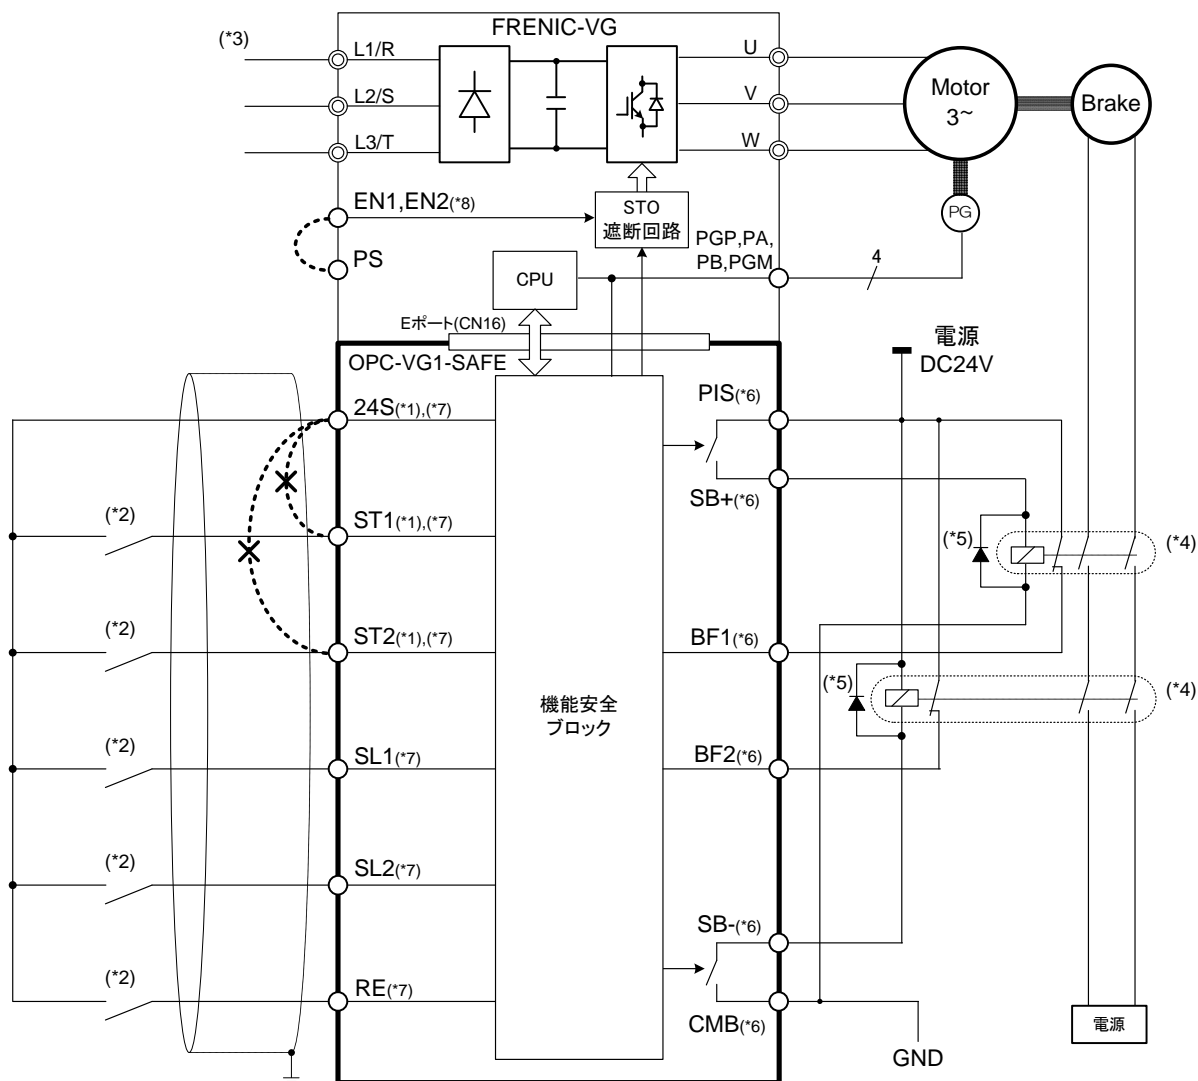

図 2.1 配線図 (SF24=1 の場合)
- (*6) SF24 の設定値を 1 に設定した場合、図 2.1 の配線図通りに接続してください。